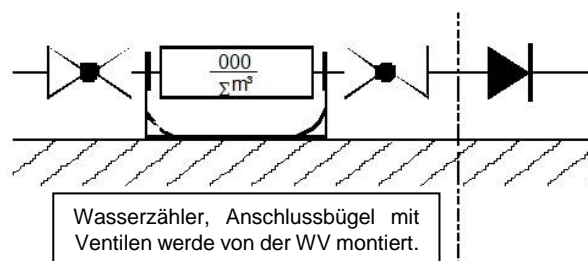

Bild 2: Zählereinbauvorrichtung
6.1.2 Die Zähleranlage im Versorgungsgebiet der WV (siehe Bild 2) besteht in Fließrichtung gesehen aus folgenden Einbauteilen: